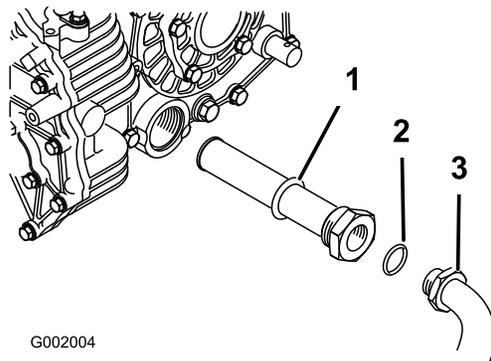

Figura 54
5. Retire o tubo do hidráulico e o conector de 90° (Figura 54).